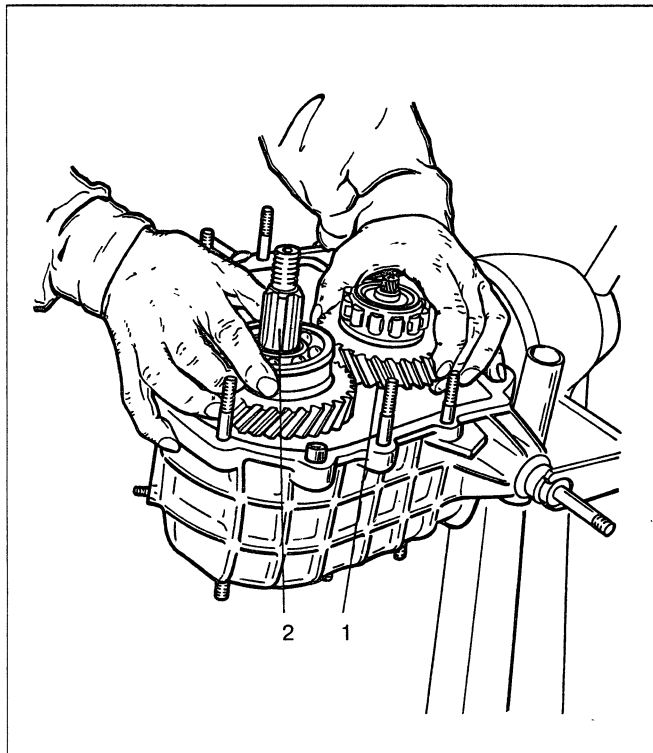

Рис. 3-44. Установка в картер ведущего и промежуточного валов: 1 – промежуточный вал; 2 – ведущий вал
- ведущий и промежуточный валы устанавливаются в картер раздаточной коробки одновременно (рис. 3-44);